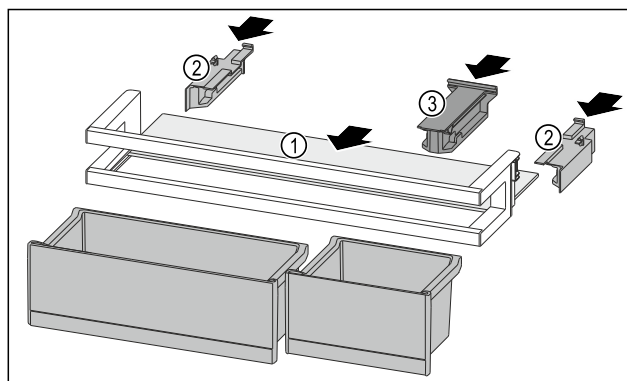

Fig. 142
- ▶ Odkládací plochu Fig. 142 (1) zasuněte do bočních vybrání.
- ▶ Boční díly Fig. 142 (2) vložte.
- ▶ Držák Fig. 142 (3) vložte.